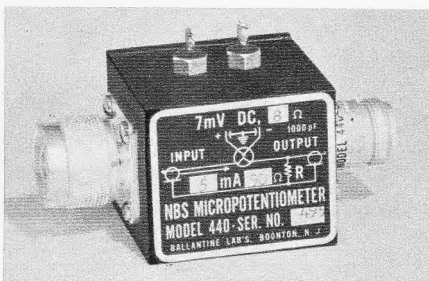

Bild 1. Ein Mikropotentiometer zum Herstellen exakt definierter Eichspannungen im Mikrovoltgebiet für Frequenzen bis zu 900 MHz
Eine neue Konstruktion für eine auch bei hohen Frequenzen zuverlässige Eichspannungsquelle für kleinste Spannungswerte stellt der als *Micropotentiometer* bezeichnete Baustein in Bild 1 dar. Bisher benutzte man für solche Zwecke Spannungsteiler, deren Eingangsspannung gemessen wurde. Die an einer niederohmigen Anzapfung des Teilers abgegriffene Kleinstspannung wurde aus dem Widerstandsverhältnis berechnet, aber bei sehr hohen Frequenzen ergeben sich dabei unkontrollierbare Fehler durch Streukapazitäten und Leitungsinduktivitäten. Bei dem hier besprochenen Baustein wird nun nach Bild 2 mit einem hochempfindlichen indirekt gekoppelten Thermokreuz unmittelbar der durch den niederohmigen Ausgangswiderstand R fließende Strom gemessen.
Thermokreuz und Ausgangswiderstand können im Baustein nach Bild 1 ausgewechselt und somit den benötigten Eichspannungen angepaßt werden. Mit einem Ausgangswiderstand von 0,02  $\Omega$  und einem Thermo-
Bild 2. Prinzip des Mikropotentiometers in Bild 1. Der Abschlußwiderstand R ist jedoch in Wirklichkeit als koaxiale Scheibe aus Widerstandsmaterial innerhalb der Ausgangsbuchse angeordnet
Bild 1 zeigt die Blockschaltung einer vollständigen Elektronenorgel. Transistoren werden oft verwendet in Tongeneratoren (N), im Vibrato- (A) oder Tremolo-Oszillator (C), in Teilern von Tonerzeugern (N), in Stromtoren für Tonübertragung (Q) oder Perkussion (V), in Modulatoren für Vibrato-(N) oder Tremolo-Antrieb (W), in Vorverstärkern (S, U, W), Endverstärkern (Y) und im Stromversorgungsteil (B).